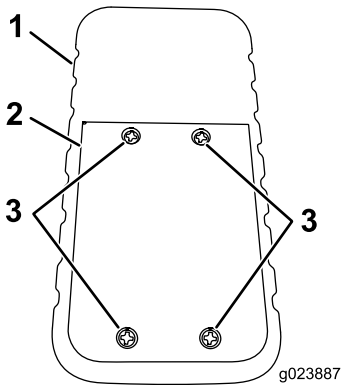

Figura 5
1. Solte os quatro parafusos de fixação da tampa do compartimento de pilhas (Figura 5).